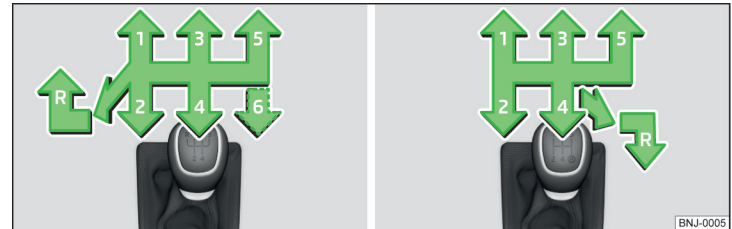

Abb. 117 **Schaltschema: Variante 1 / Variante 2**
Auf dem Schalthebel sind die einzelnen Gangstellungen dargestellt » Abb. 117.
- › Den Schalthebel völlig nach links und dann nach vorn in **R**-Stellung stellen » Abb. 117.